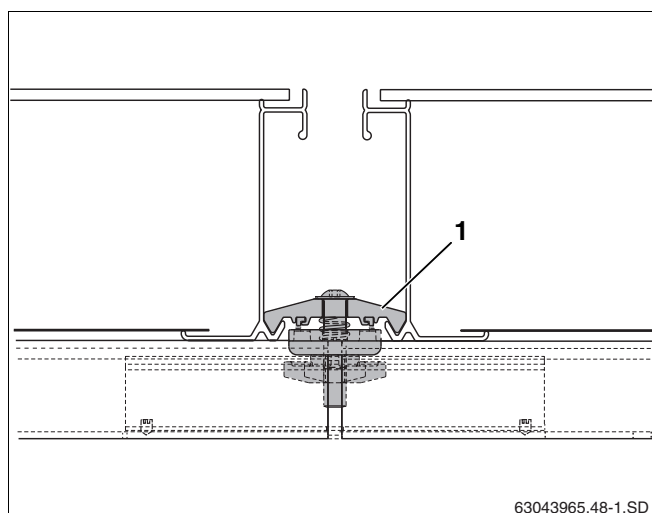

Fig. 51 Giunto di fissaggio tra due collettori
Il morsetto (fig. 51, **pos. 1**) del giunto di fissaggio fa ora presa sul bordo inferiore del collettore.